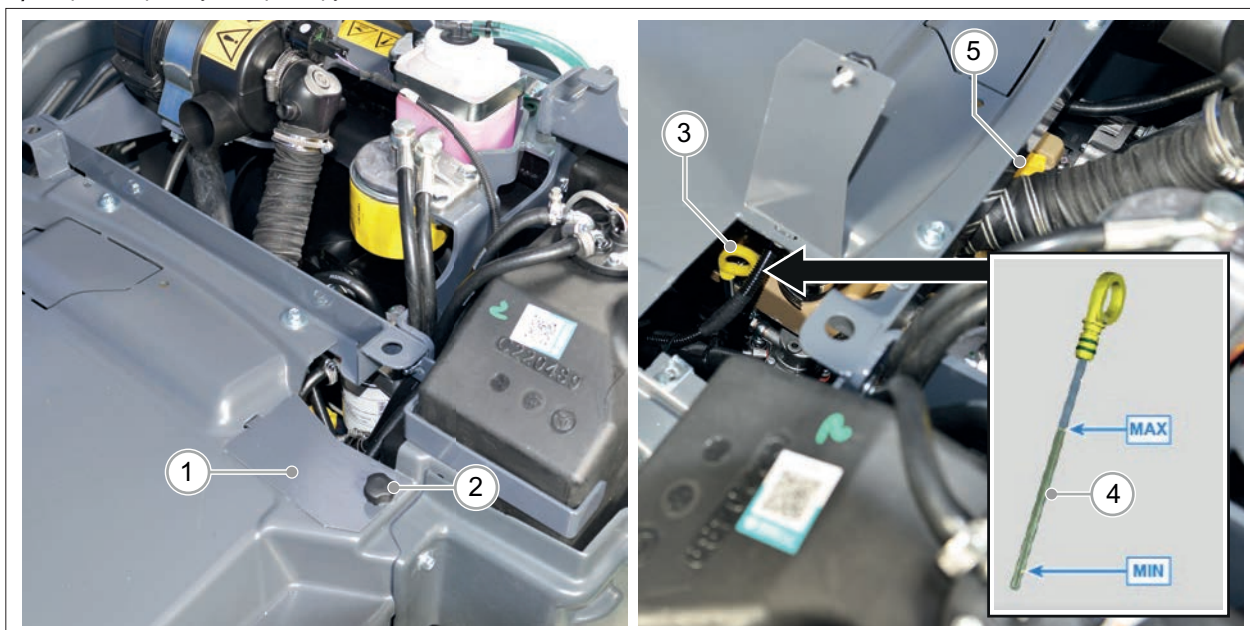

РИС. 58
- 4) Открутите винт (РИС. 58 - Сс. 2) для открытия крышки в правой части двигательного отсека (РИС. 58 - Сс. 1) .
- 5) Извлеките щуп (РИС. 58 - Сс. 3) и посмотрите на отметки «максимальный уровень» и «минимальный уровень» (РИС. 58 - Сс. 4). Уровень масла в идеале должен быть между этими двумя отметками.
- Откройте крышку масляного фильтра двигателя (РИС. 58 - Сс. 5);